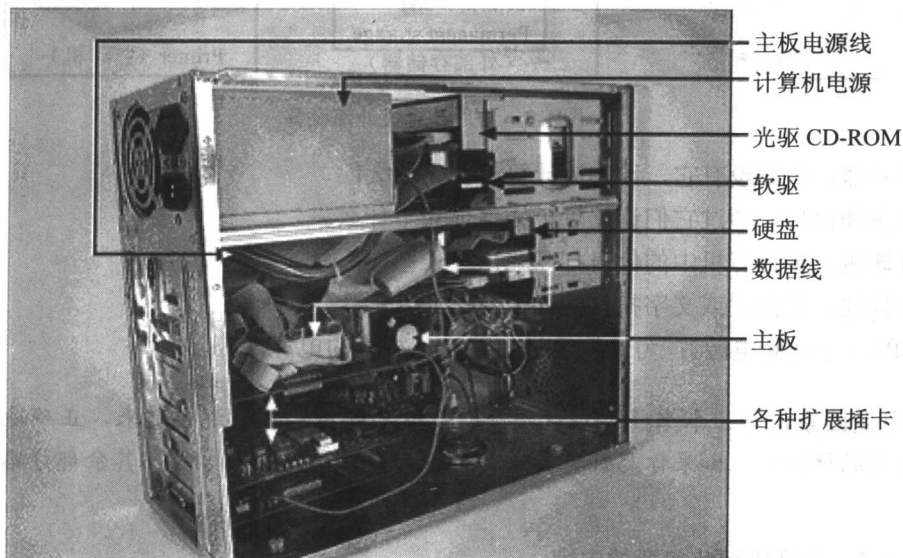

图 1-1 计算机主机结构
(1) 主机（如图 1-1 所示），一般指计算机机箱内的设备。